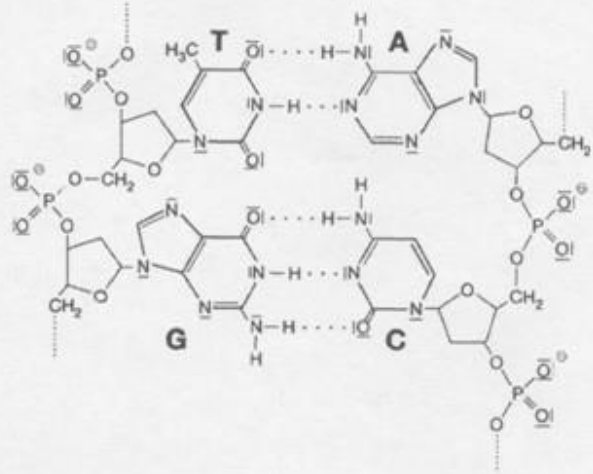

Abb. 2 Strukturformelausschnitt der DNA
- Abbildung 2 zeigt einen aus mehreren Nucleotiden aufgebauten Strukturformelausschnitt der DNA. Ein Nucleotid besteht aus einer ringförmigen Stickstoffbase und zwei weiteren Bausteinen.